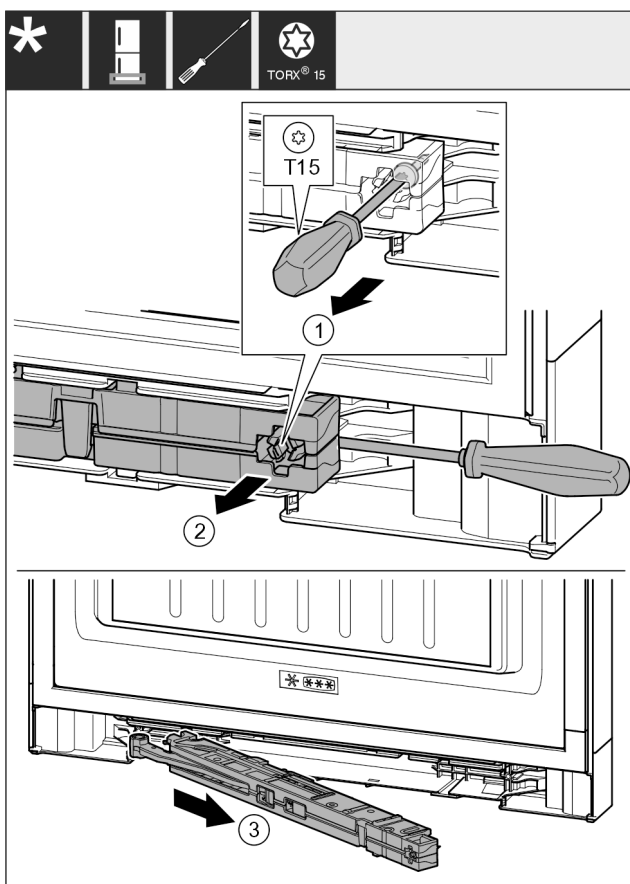

Fig. 17
- A záráscsillapító egységnél T15 csavarhúzóval kb. 14 mm mértékben engedje ki a csavart. Fig. 17 (1)
- Nyúljon a markolat felőli oldalról csavarhúzóval a zárás-csillapító egység mögé. Forgassa előre az egységet. Fig. 17 (2)
- Húzza ki az egységet. Fig. 17 (3)